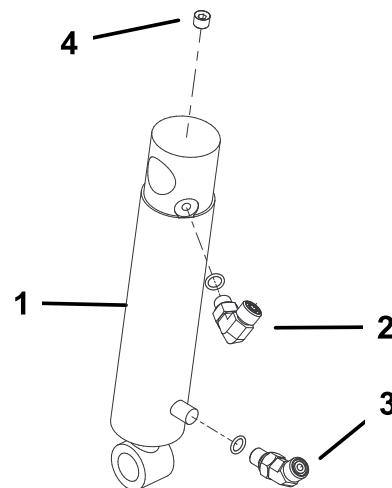

Figura 11
1. Infilare un raccordo a 90° nell'apertura superiore del cilindro idraulico. Collegare il raccordo come illustrato nella Figura 11. Nota: Assicurarsi che tutti gli O-ring siano lubrificati e posizionati correttamente sui raccordi prima dell'installazione.
2. Infilare un raccordo a 45° nella porta inferiore del cilindro idraulico. Collegare il raccordo come illustrato nella Figura 11.